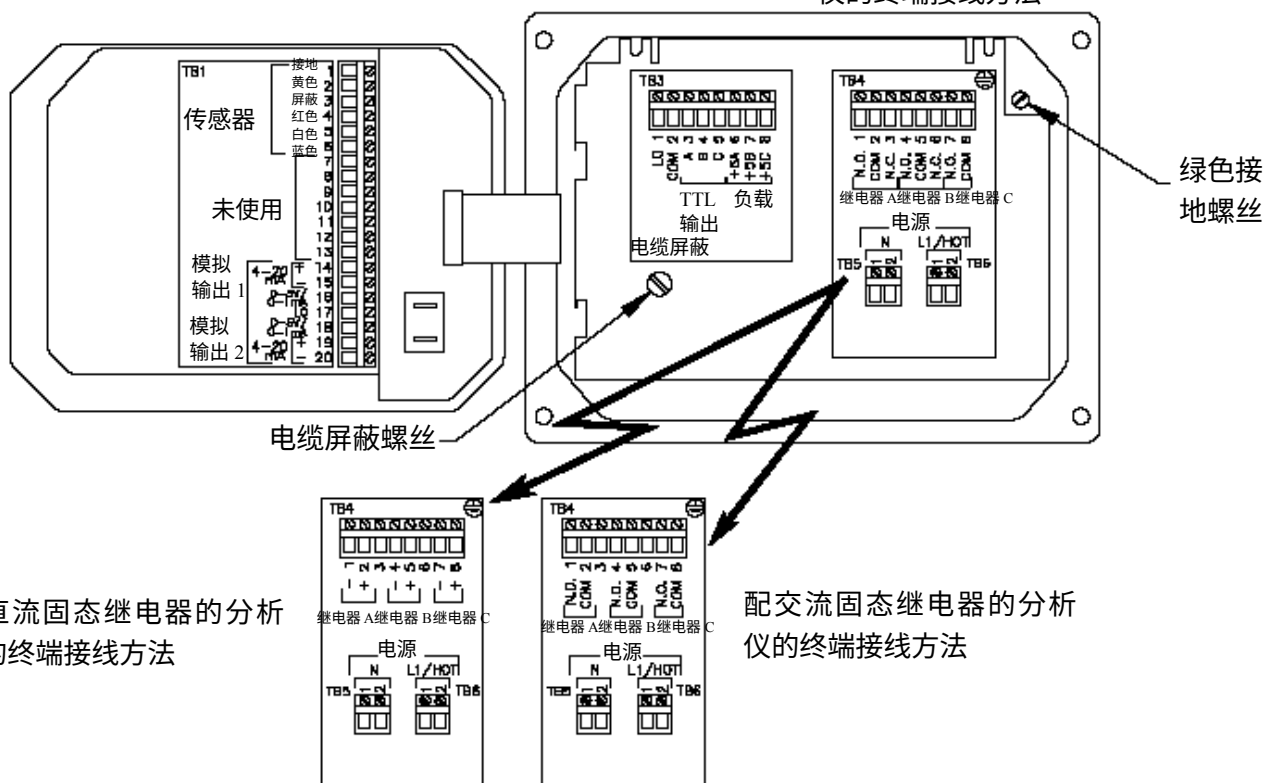

图 2-3 分析仪接线端子分配图
为了靠近接线端子进行电气连接，旋开四个固定螺丝后打开上盖。图 2-3 表示接线端子（位于分析仪外壳底部和后侧门上）排列和它们的分配情况。
注意：所有接线端子适合于单线尺寸为 14AWG (2.2 mm²)。据分析仪装配不同,图2-3 中标记了其特定的接线端子分配情况。
标准传感器：参考图 2-3，将传感器电缆线连接到 TB1 上的“传感器”接线端 1~6，要求与标明的颜色相匹配。总是将屏蔽线连至接线端 3。
接线提示！请采用高质量的、带屏蔽的仪器用电缆来连接模拟输出。为了尽量避免电磁噪声的干扰，请按照图 2-3 中所示的“电缆屏蔽螺丝”进行电缆屏蔽的连接。
接线提示：请采用高质量的、带屏蔽的仪器用电缆来连接 TTL 输出。为了尽量避免电磁噪声的干扰，请按照图 2-3 中所示的“电缆屏蔽螺丝”进行电缆屏蔽的连接。
1. 将地线接到分析仪的绿色接地螺丝，它位于 TB4 的右侧（如图 2-3 所示）。